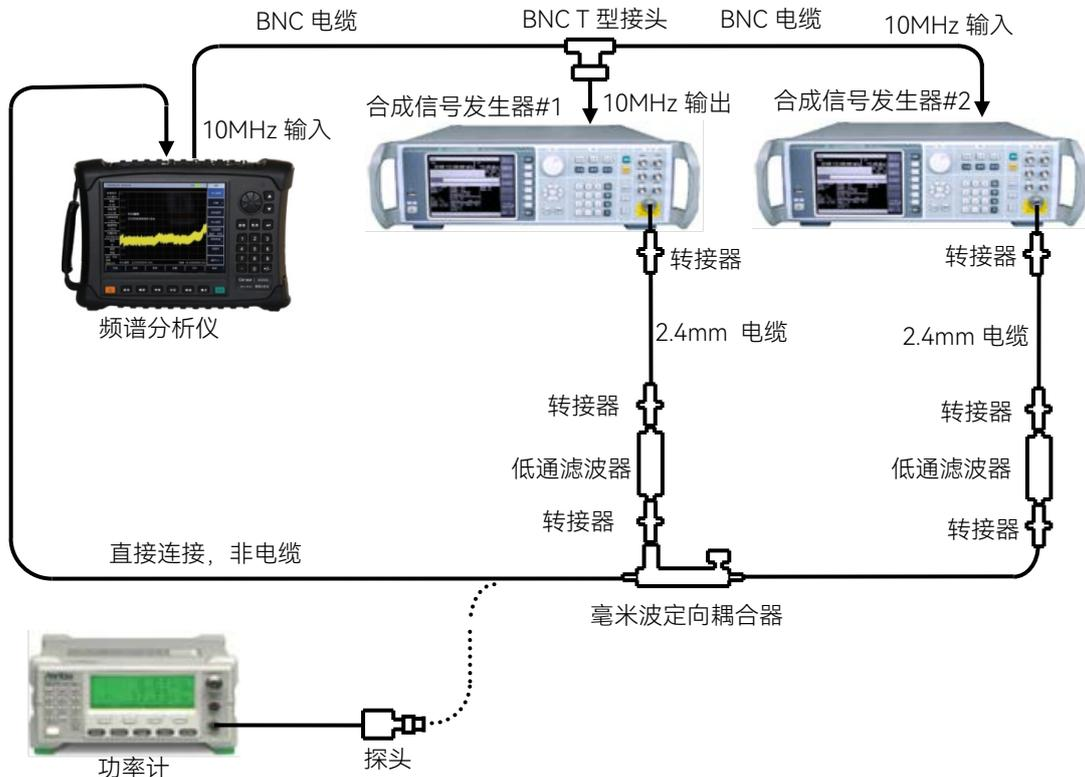

图 14.12 三阶交调失真测试设置 (4GHz~67GHz)
- 17) 如图 14.12 连接测试仪器，用毫米波定向耦合器替代射频定向耦合器，根据测试频点选择合适的低通滤波器及转接器，不把定向耦合器接到频谱分析仪上。
23) 如图 14.12 连接测试仪器, 用毫米波定向耦合器替代射频定向耦合器, 根据测试频点选择合适的低通滤波器及转接器, 不把定向耦合器接到频谱分析仪上。